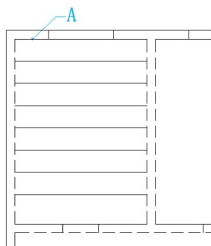
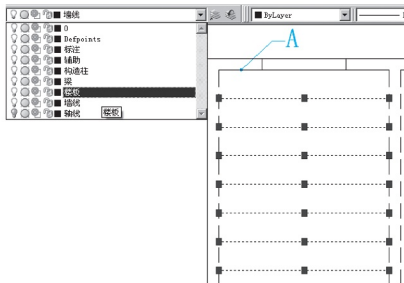
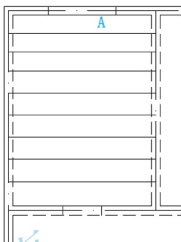

图 5.26 偏移形成楼板
图 5.27 换图层
图 5.28 延伸楼板线
(1) 单击【修改】工具栏上的【偏移】图标, 启动【偏移】命令, 将 A 线向下分别偏移 7 个 600mm, 如图 5.26 所示。
(2) 换图层: 由于楼板是由墙线偏移得来的, 所以楼板目前位于【墙线】层上, 需要将楼板换到【楼板】层上。
① 在无命令的状态下选中所有楼板, 打开【图层控制】下拉列表并选择【楼板】图层, 如图 5.27 所示。
② 按 Esc 键取消夹点, 这样所有被选中的楼板线由【墙线】层换到【楼板】层上。
③ 打开【轴线】图层, 将楼板线两端用【延伸】命令延伸至轴线, 生成楼板的支撑长度, 结果如图 5.28 所示。